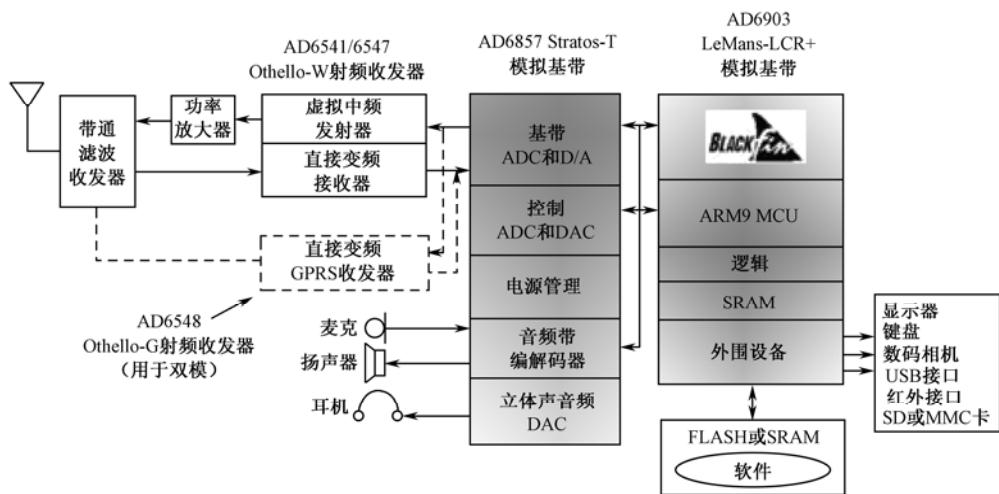

图 2-3-7 SoftFone-LCR+芯片组功能方框图
SoftFone-LCR+ 芯片组支持 TD-SCDMA 手机所需的全部关键功能，包括基带信号处理与控制、模拟接口功能和射频收发器。如图 2-3-7 所示，SoftFone-LCR+ 双模芯片组由 5 块芯片组成，包括 AD6903LeMans-LCR+ 数字基带处理器、250MHz 的 Blackfin 处理器 (DSP)、ARM9 微控制器 (MCU)、AD6857 Stratos-T 模拟基带 IC 和电源管理 IC。SoftFone-LCR+ 芯片组还包括适合照相机、彩色显示器、红外 (IR) 接口、通用串行接口 (USB) 和 SD/MMC 卡的接口，因此手机制造商可开发出适合多种手机款式、具有各种功能的多种设计方案。目前，大唐移动公司提供的软件和系统解决方案，支持多媒体的 DTIvyA2000+ 双模参考设计。SoftFone-LCR+ 芯片组还包括 AD6541/6547 Othello-W 射频收发器，能为 LCR 时分双工 (TDD) 或 WCDMA 频分双工 (FDD) 终端提供可靠的性能和灵活性。对于双模工作方式，该芯片组还增加了获奖的 AD6548 Othello-G 射频收发器，它是目前业界最小的 GSM/GPRS 射频收发器。